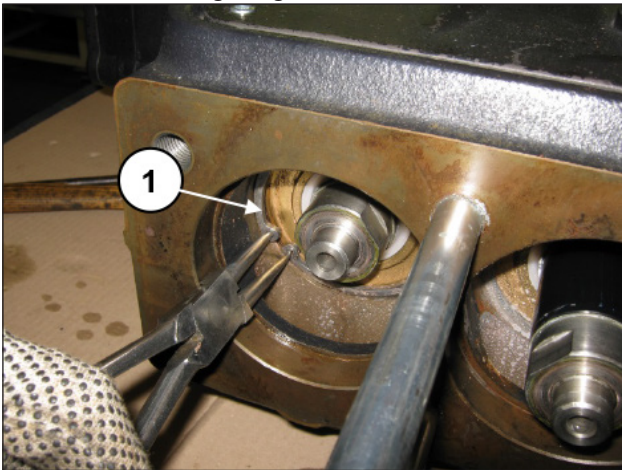

Abb. 110
Entfernen Sie die Seegerringe Ø92 (Pos. ①, Abb. 110).